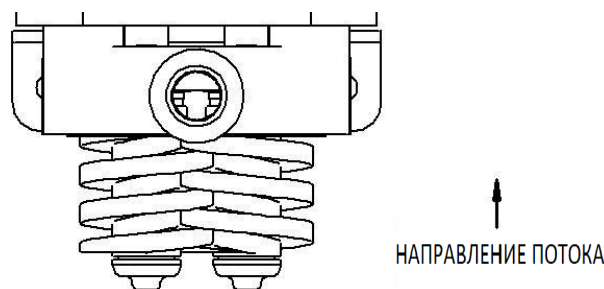

Рис. 42 – Сборка винта тип 4
- Тип 4: электродвигатель вращается против часовой стрелки. Положение винтов и направление потока показаны на рис. 42, напорная сторона со стороны насоса.